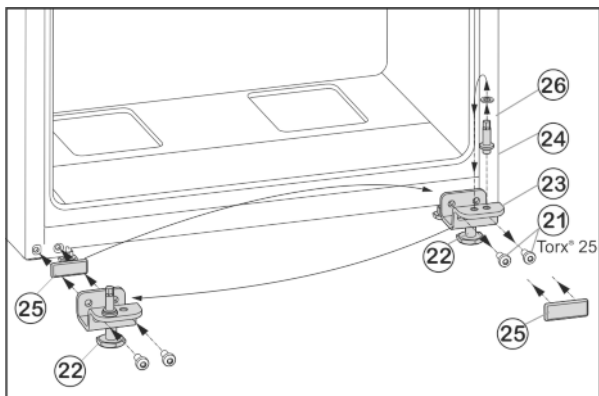

Fig. 6
- ▶ Svitare le viti di fissaggio Fig. 6 (21).
- ▶ Rimuovere completamente il cuscinetto di supporto inferiore Fig. 6 (23) con il perno del cuscinetto Fig. 6 (24), la rondella Fig. 6 (26) e il piede di regolazione Fig. 6 (22).
- ▶ Allentare completamente il perno del cuscinetto Fig. 6 (24) con la rondella Fig. 6 (26) nel foro di supporto situato nel lato opposto del cuscinetto di supporto e riavvitare saldamente.
- ▶ Estrarre con cautela la piastra di copertura Fig. 6 (25) e riapplicarla sul lato opposto.
- ▶ Riavvitare **saldamente (con 4 Nm)** tutto il cuscinetto di supporto inferiore Fig. 6 (23) con il perno del cuscinetto Fig. 6 (24), la rondella Fig. 6 (26) e il piede di regolazione Fig. 6 (22) sul nuovo lato della cerniera, eventualmente con l'ausilio di un avvitatore a batteria.
- ▶ Appoggiare la porta inferiore dall'alto sul perno cuscinetto Fig. 6 (24).
- ▶ Svitare il piedino regolabile Fig. 6 (22) sul cuscinetto di supporto inferiore Fig. 6 (23), fino a farlo appoggiare sul pavimento.